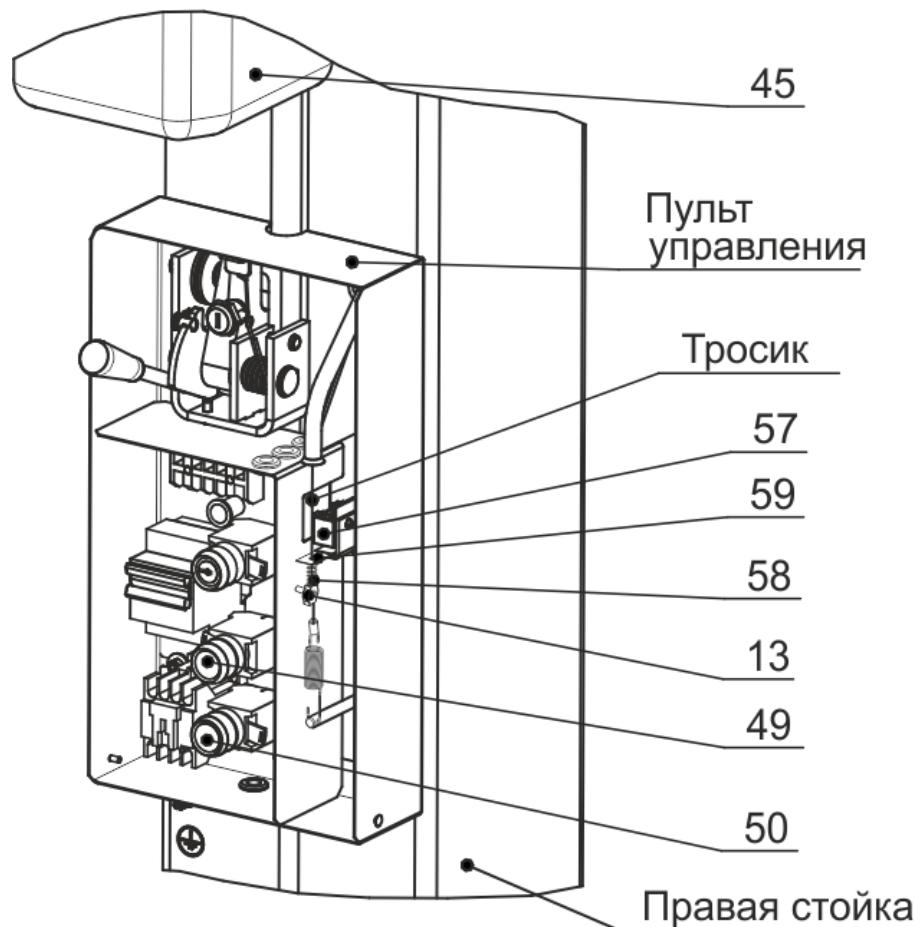

Рисунок 6.6 – Система автоматического отключения насосной станции при достижении каретки крайнего верхнего положения
6.12.1 Система автоматического отключения привода насосной станции 45 при достижении нижней части каретки 63 крайнего верхнего положения (-1745 мм от основания стойки) установлена и отрегулирована на предприятии-изготовителе (рисунок 6.6).